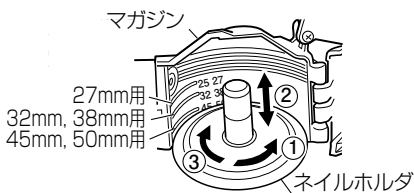

図 8
③ネイルホルダを「カチッ」と音のするまで(約90°)右に回します。(図8)